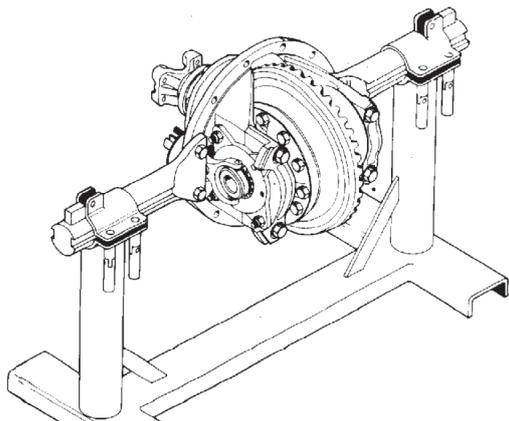

Figura 8
- D. Instale a unidade em um suporte adequado (Figura 8).